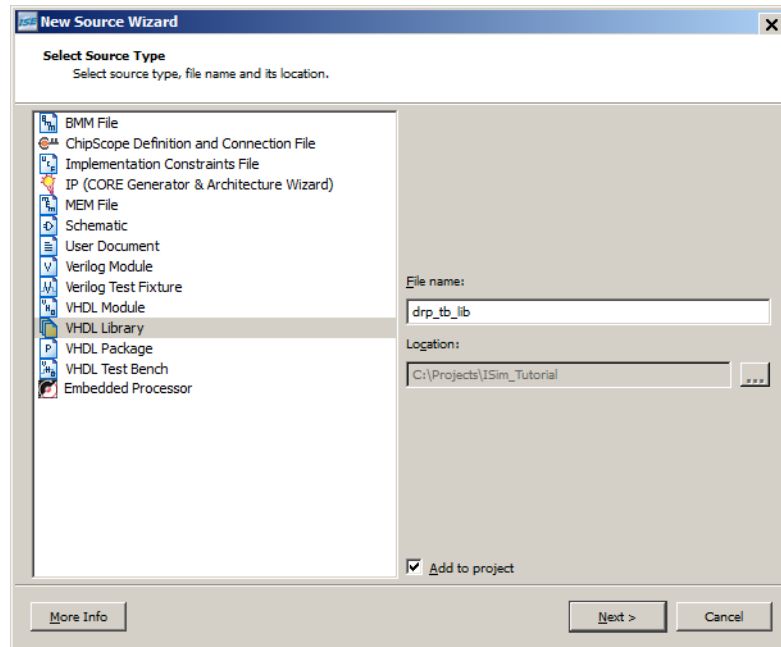

図 2-4 : ソース タイプの選択
3. VHDL のライブラリ名に「drp\_tb\_lib」と入力します (15 ページの図 2-4)。